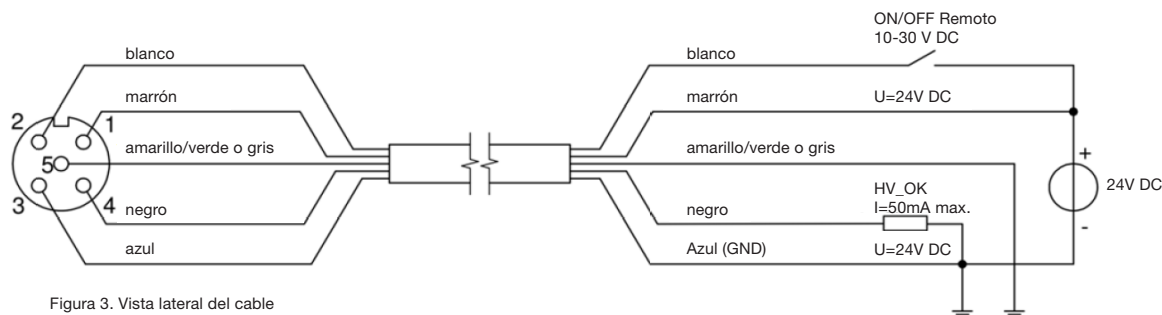

Figura 3. Vista lateral del cable
- Conecte el cableado como se muestra en la figura 3